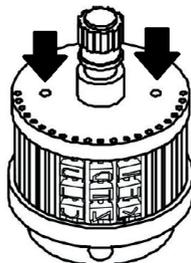

Figura 6
1. Solte os dois parafusos do suporte de dígitos. (figura 6)